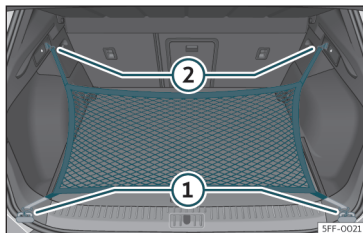

Fig. 113 Nel bagagliaio: occhielli ① e ganci ② per il fissaggio della borsa rete.
- Fissare i ganci corti della rete agli occhielli di ancoraggio»» **fig. 113** ① »» . La cerniera della tasca dev'essere rivolta verso l'alto.
- Fissare le cinghie nei ganci per appendere borse ②